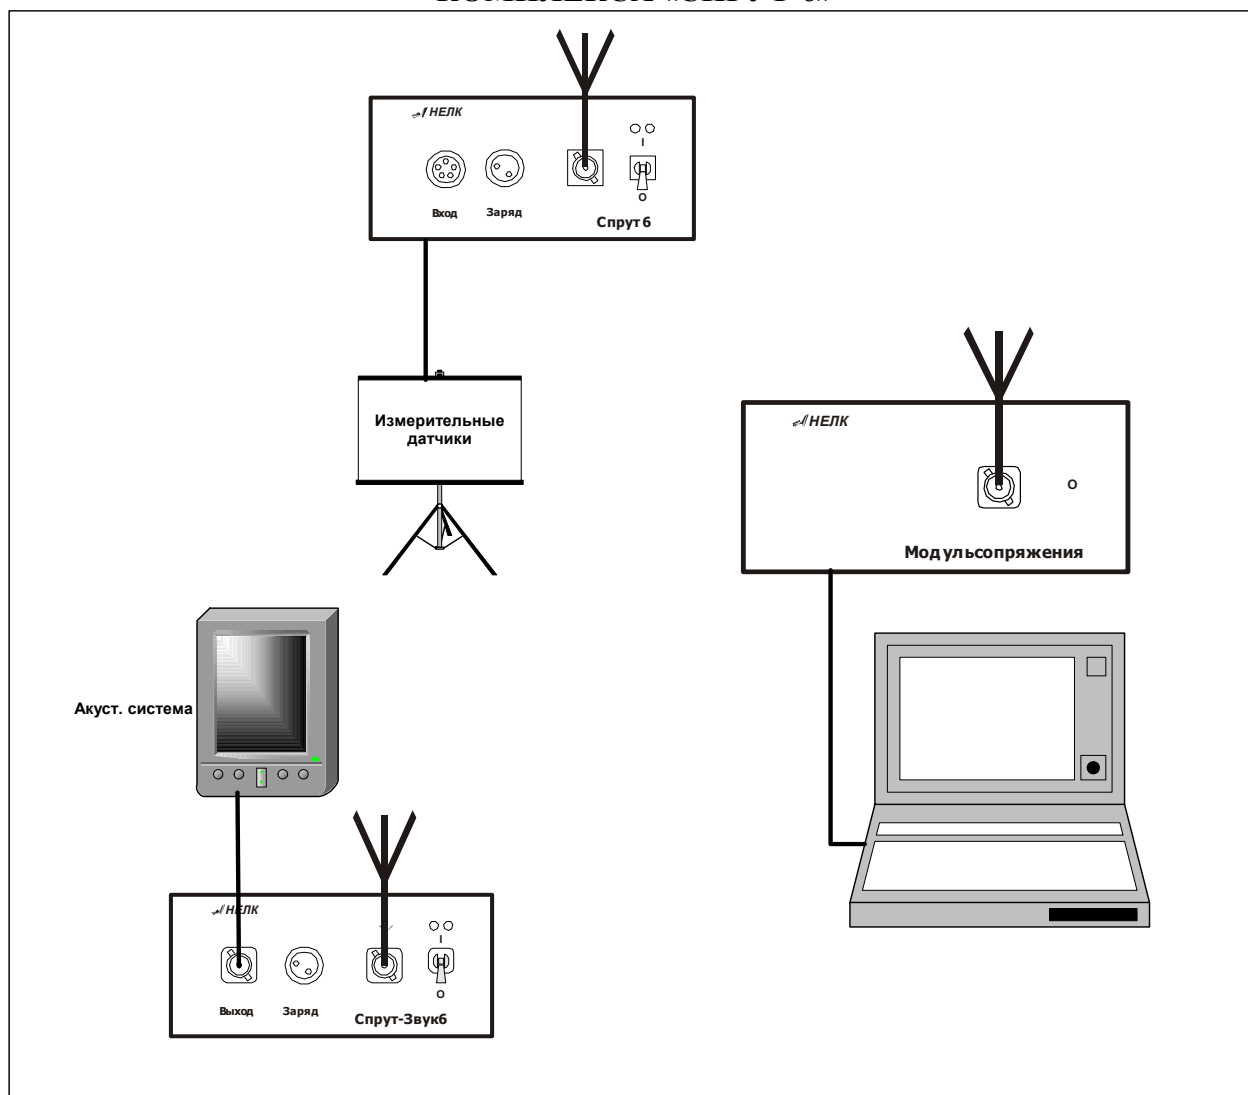

Рис. 4
5.3. Выполните сборку электрической схемы комплекса в соответствии со схемой, приведенной на рис.4.